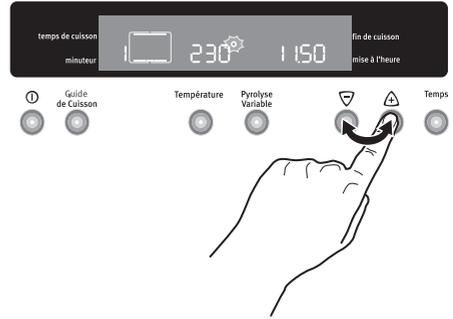

Fig. 5
- Utilisez les touches ▾ ou ⚠️ pour modifier la température prédéfinie tandis que le symbole "●" clignote (Fig. 5). La température maximum pouvant être programmée est de 250°C.